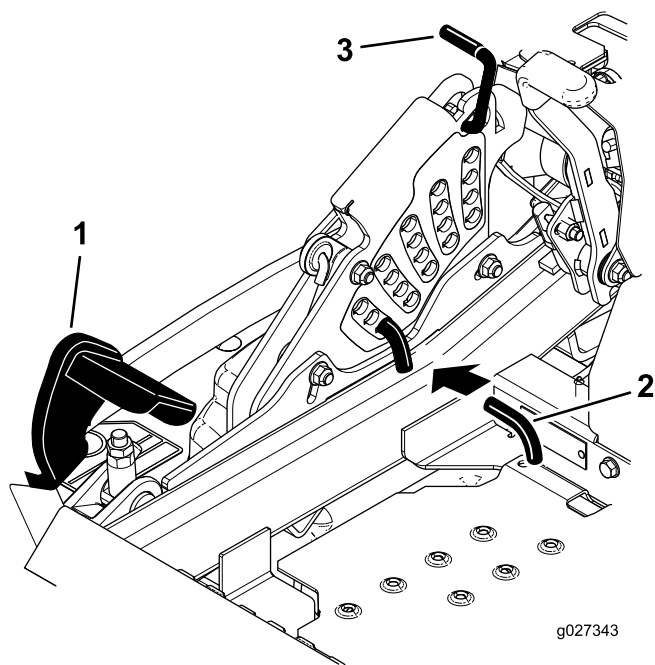

Figure 88
5. Enfoncez la pédale de relevage du tablier de coupe au maximum pour verrouiller le tablier à la position de transport de 14 cm (5-1/2 po) (Figure 88).